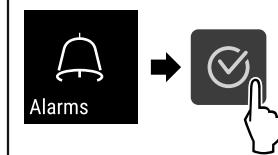

Fig. 125
- Følg anvisningene (se Fig. 125) .